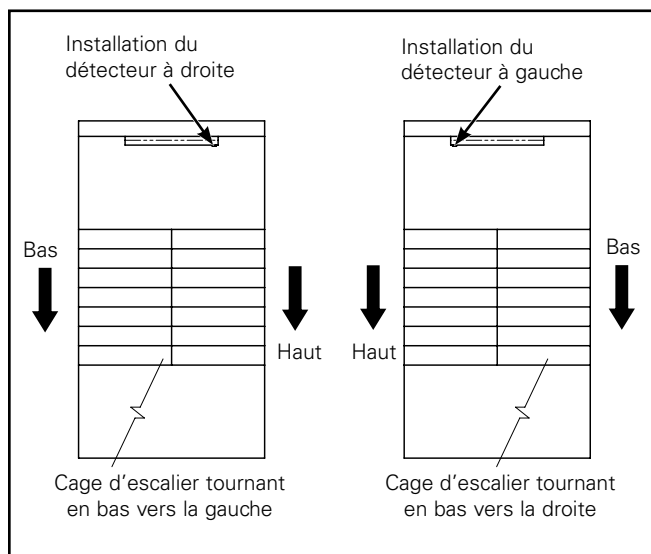

Figure 4.
1. À l'aide du schéma fourni ci-dessous, déterminez l'orientation de votre cage d'escalier et l'emplacement du détecteur correspondant (Figure 4). La tête du détecteur doit être positionnée du côté qui coïncide avec les marches menant à l'étage à partir du palier où le luminaire doit être monté.